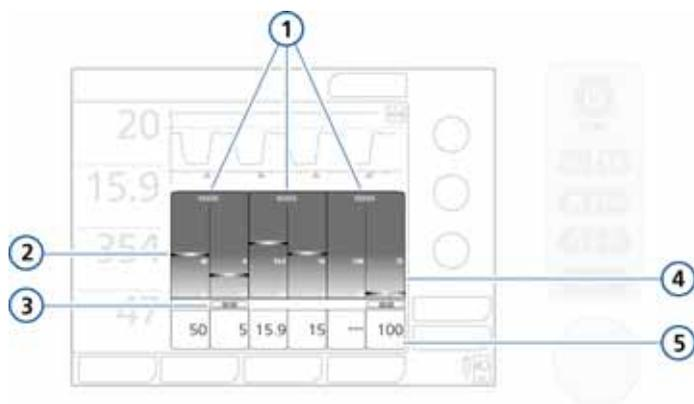

図 7-6. ベントステータスパネル
ベントステータスパネル（図 7-6）には、酸素化や換気能力、患者の活動性など、患者の人工呼吸器に対する依存度に関連する 6 つのパラメータが表示されます。
- ベントステータスパネルが表示されます (図 7-6)。